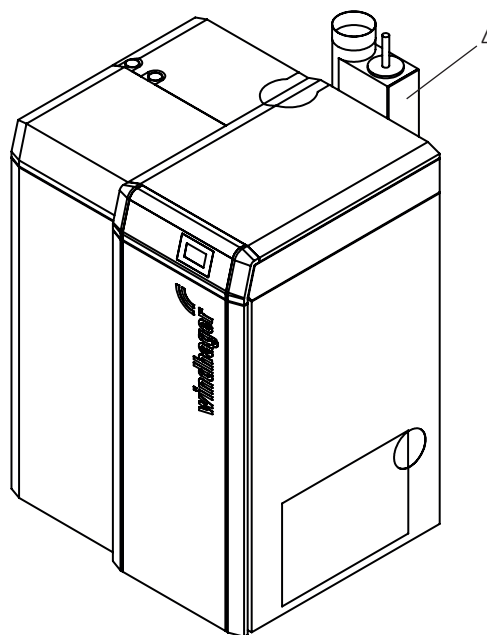

Fig. 54 Filtre à poussières fines dans le tuyau d'échappement
- ▶ Si un filtre à poussières fines est monté dans le tuyau d'échappement (Fig. 54), vérifiez qu'il n'est pas encrassé et nettoyez-le si nécessaire (voir les instructions séparées pour le filtre à poussières fines).